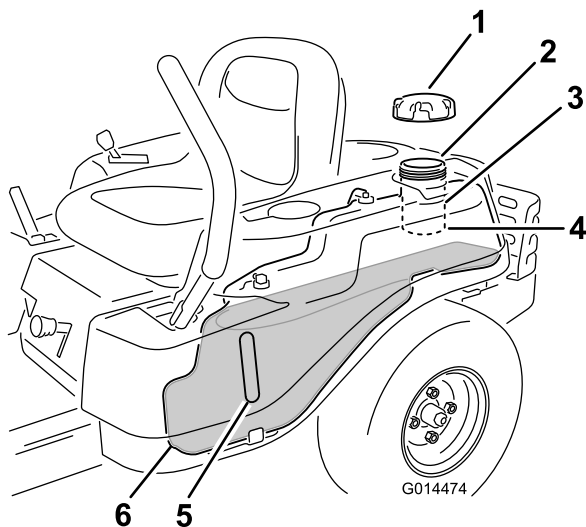

Figura 8
Nota: Puede utilizar la mirilla de combustible para verificar la presencia de gasolina antes de llenar el depósito (Figura 8).
2. Añada gasolina **lentamente** hasta que el combustible llegue a la base del cuello de llenado (Figura 8).